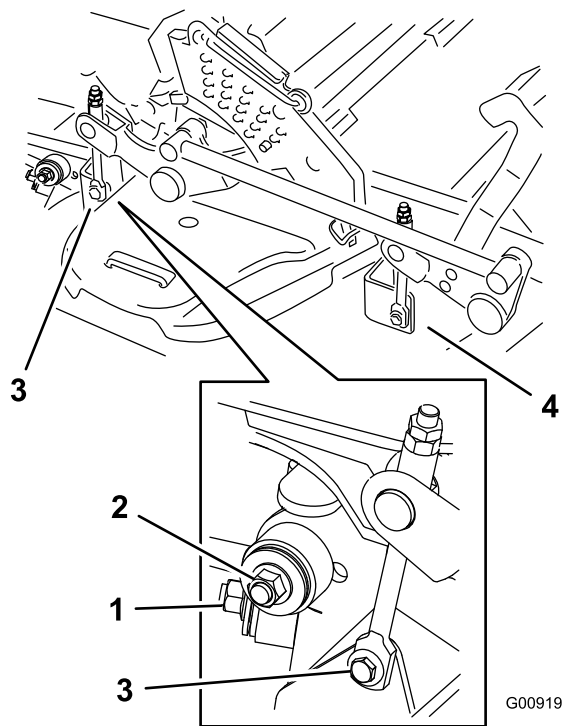

**Figura 103**
5. Levante la chapa de suelo e introduzca una llave dinamométrica en el taladro cuadrado del brazo tensor de la carcasa (Figura 103).
6. Gire cuidadosamente el brazo tensor de la carcasa en sentido horario y retire la correa del cortacésped (Figura 103).